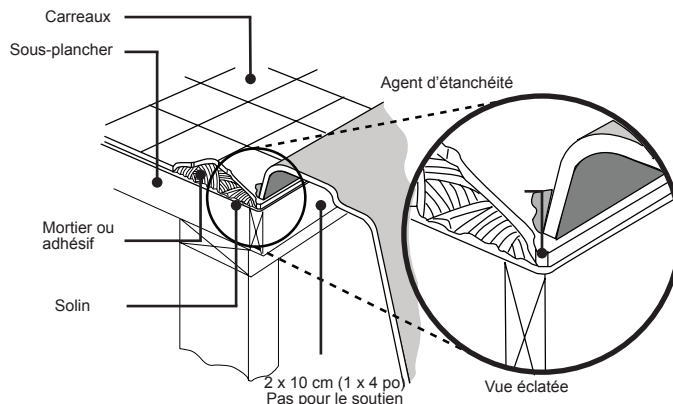

Figure 7 – installation de la périphérie
Terminez l'installation de la périphérie de la baignoire (figure 7).
- 14 Calfeutrez autour du périmètre de la baignoire pour sceller l'espace entre le rebord et le support fini (figure 7 à la page précédente).